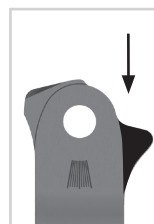

図26
- 3 必要に応じて、システムあぶみの圧力ばねのノーズ部を削ります(図26)。